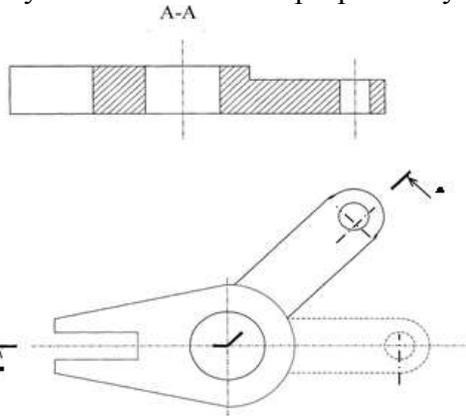

Рисунок 44 - Сложный разрез – ломанный
**Ломаные разрезы** - это разрезы, полученные при сечении предмета не параллельными, а пересекающимися плоскостями. В этом случае одна секущая плоскость условно поворачивается около линии пере сечения секущих плоскостей до совмещения с другой секущей плоскостью, параллельной какой-либо из основных плоскостей проекции, т. е. ломанный разрез размещается на месте соответствующего вида (рис.44)